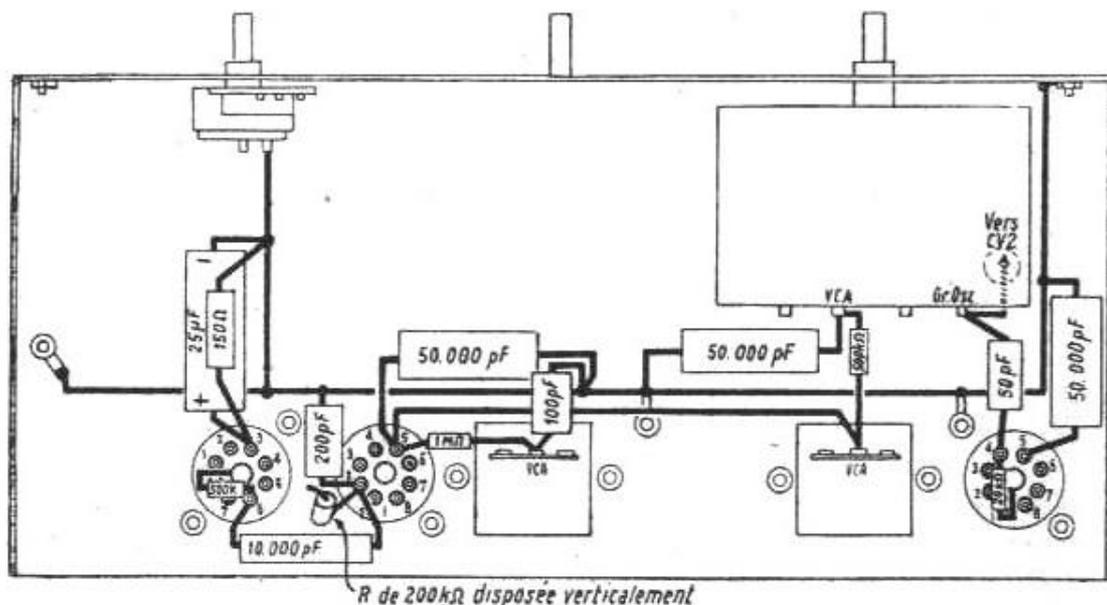

FIG. 23. — Second stade de câblage
**Second stade de câblage** (à effectuer en se reportant à la figure 23).